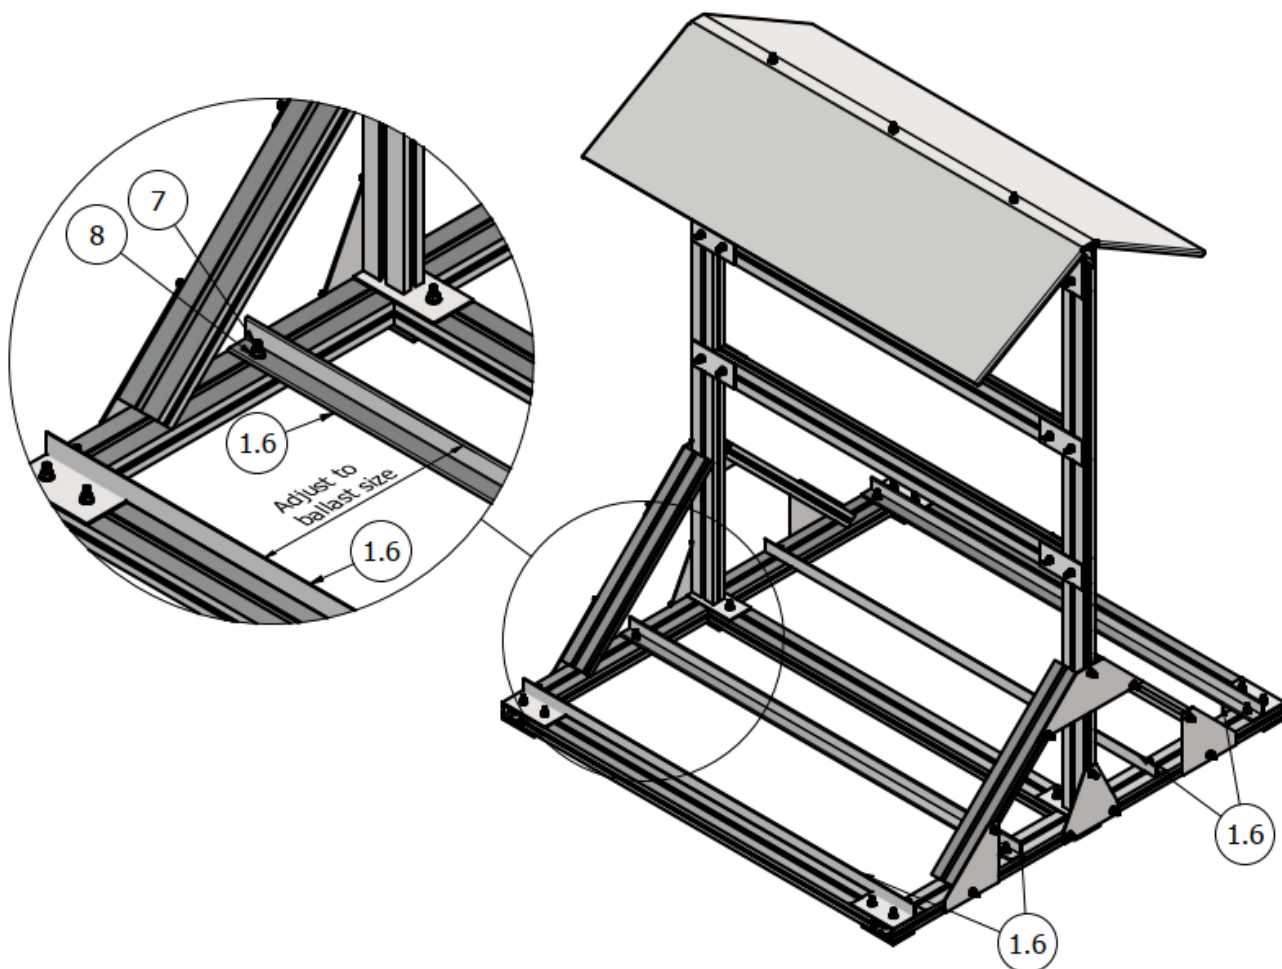

ABB. 11 Einbau von Ballastwinkeln
12. Montieren Sie die Winkel unter dem Ballast **1.6** wie in Abb. 11 gezeigt.